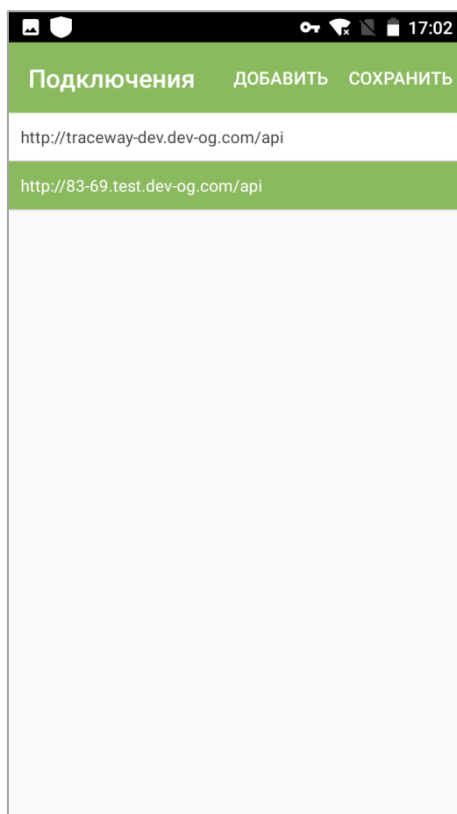

Рисунок 1.4
2. В открывшемся окне ввести системный пин-код и нажать кнопку «ОК». Появится окно подключения (Рисунок 1.4), в котором отображается список серверов, доступных для подключения.